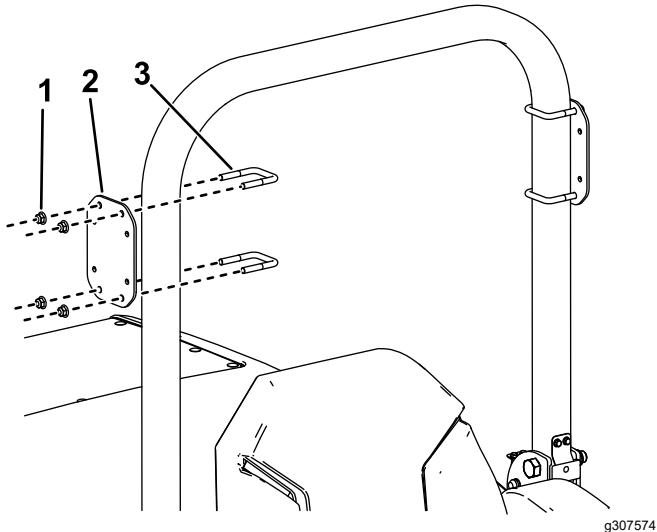

Figure 1
1. Montez un support de feu de chaque côté de la avec 2 étriers filetés et 4 contre-écrous ($\frac{3}{8}$ "'), comme montré à la Figure 1.